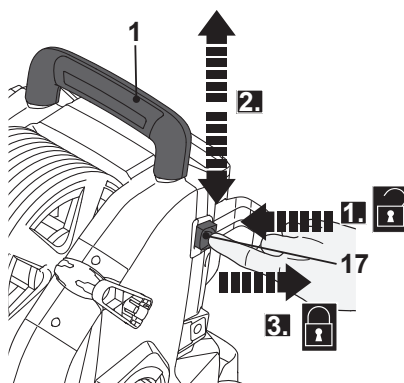

Fig. 17
1. Apăsați butonul de blocare (17) pentru a debloca mânerul de transport (1) (Fig. 17, pasul 1).
2. Mutați mânerul de transport (1) în poziția dorită (poziția înaltă / joasă) (pasul 2).